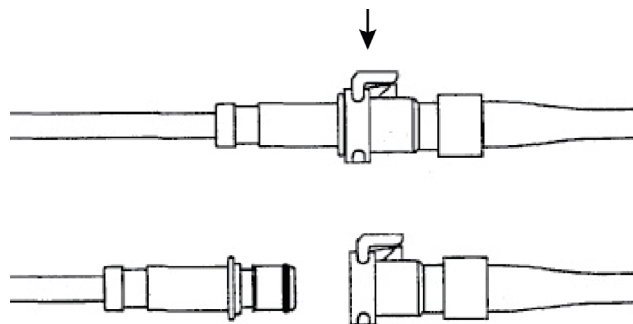

Figure 1-8 : Déconnexion des raccords
2. Pour déconnecter, appuyer sur la patte (A) du raccord femelle. Les raccords se déconnectent partiellement.
3. Tirer sur le raccord mâle pour le déconnecter (Figure 1-8 à la page 11).